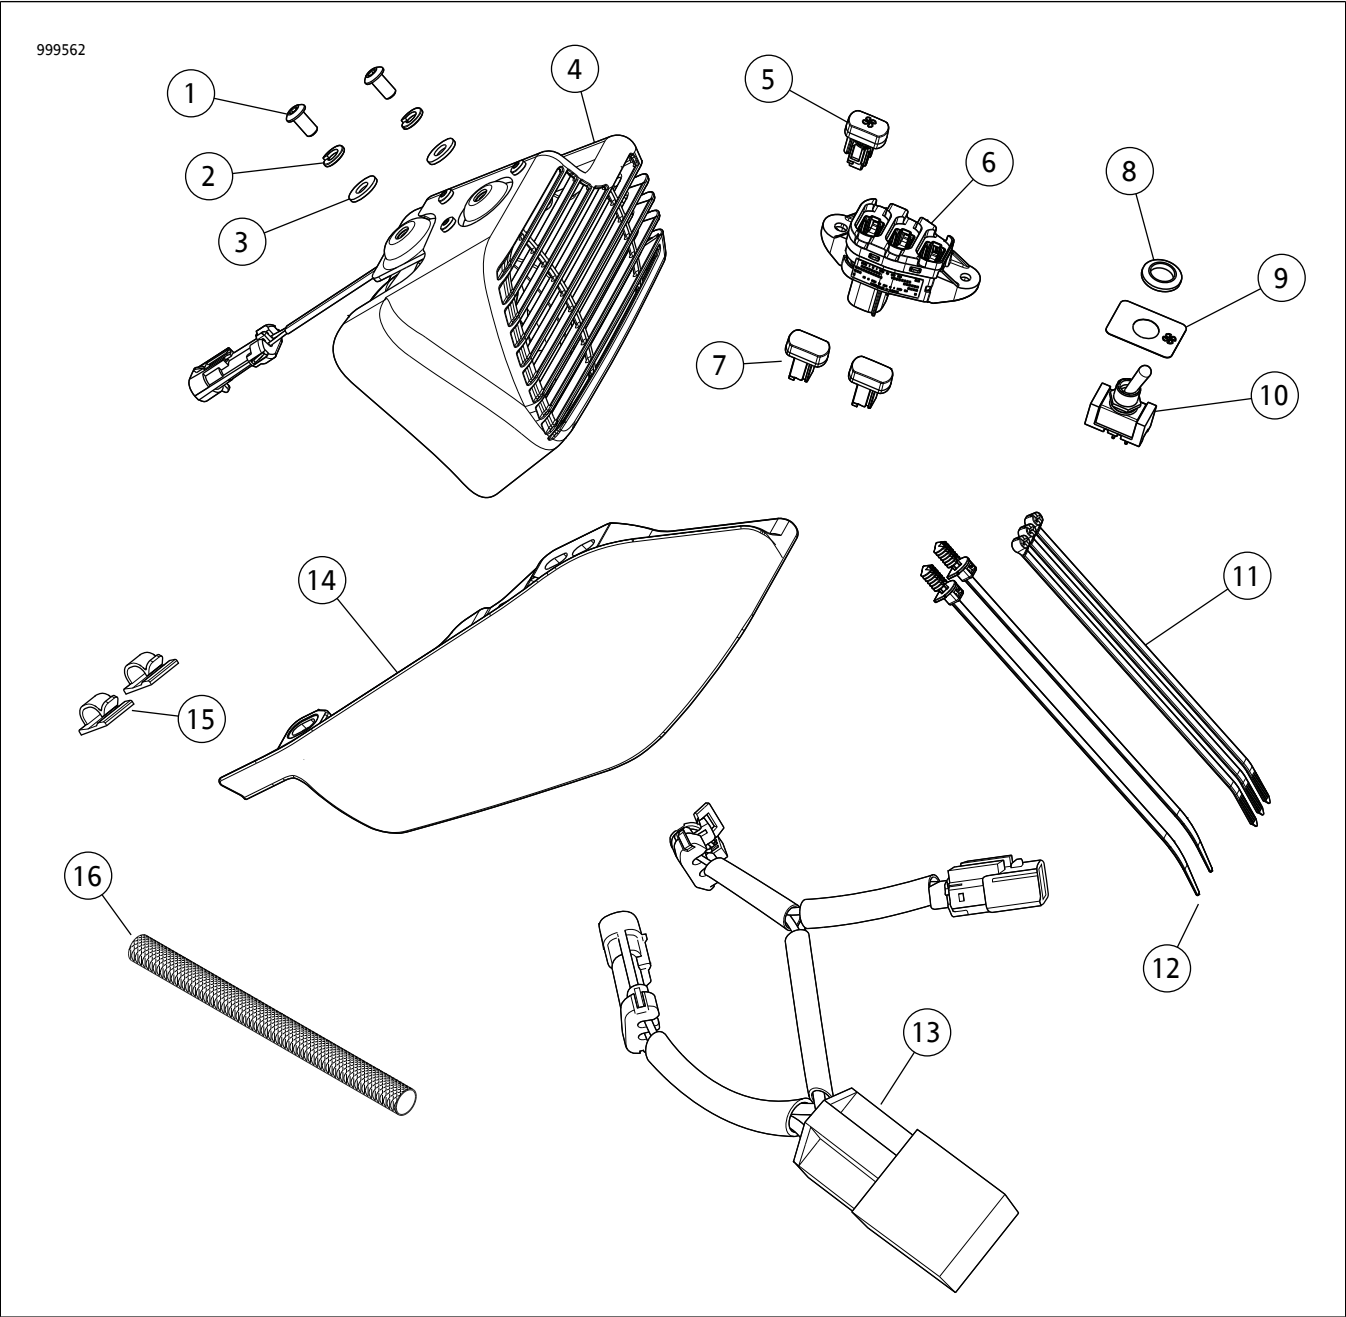

图7。维修零件：风扇套件
参见图7和表1。
1. 参见图7。如果之前配有中车架导流板，则安装新的导流板(13)。
5. 参见图7。安装风扇开关。